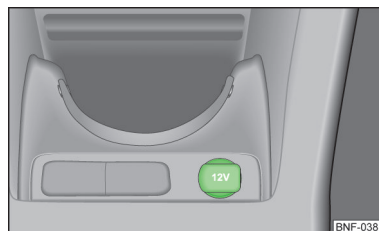

Fig. 52
12-volts-stikdåsen er placeret i opbevaringsrummet i midterkonsollen foran » Fig. 52.
- Åbn stikdåsens afdækning » Fig. 52.